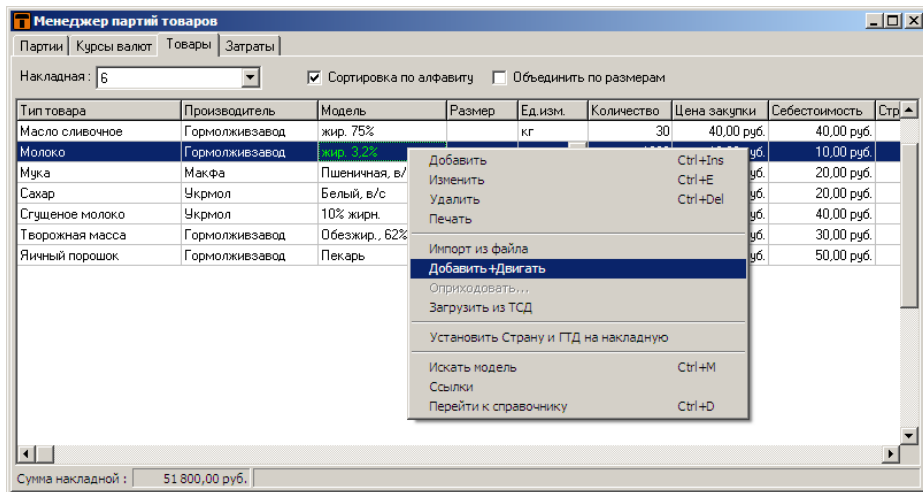

Рис. 75. Добавление товара в партию
2. Перейдите на закладку «Товары». Вызовите всплывающее меню и выберите в нем пункт «Добавить+Двигать» (рис. 75).